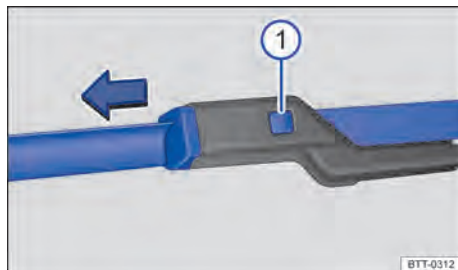

Fig. 150 Substituir as palhetas dos limpadores do para-brisa.
- Manter a tecla de destravamento → Fig. 150 ⓘ pressionada e, ao mesmo tempo, retirar a palheta do limpador do para-brisa no sentido da seta.